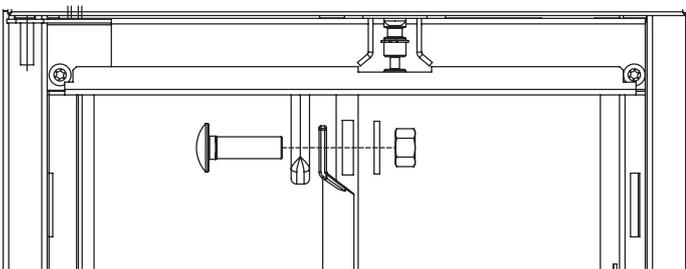

Abbildung 94. Anschluss der Kabel
- Die Kabel an den Klemmen anschließen, wie in Abbildung 94 gezeigt ist.